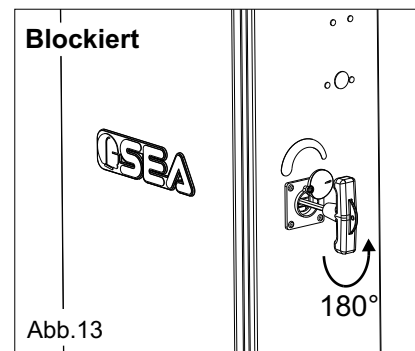

Abb. 13
- Den T-Schlüssel gegen den Uhrzeigersinn drehen (Abb. 13).